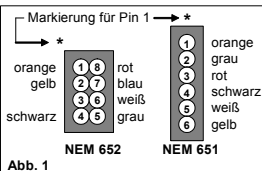

Abb. 1
- 2) Ist in Ihrer Lok eine Schnittstelle vorhanden, ist der Decodereinbau sehr einfach (siehe Abs. 3.3). Besitzt der Decoder keinen Schnittstellenstecker, löten Sie die Anschlussdrähte entsprechend Abb. 1 auf bzw. neben die jeweiligen Anschlüsse der Buchse oder stecken Sie die verzinneten Enden in die Schnittstellenbuchse. Die Punkte 3 bis 5 können Sie überspringen, diese gelten für Lokomotiven ohne Schnittstelle.